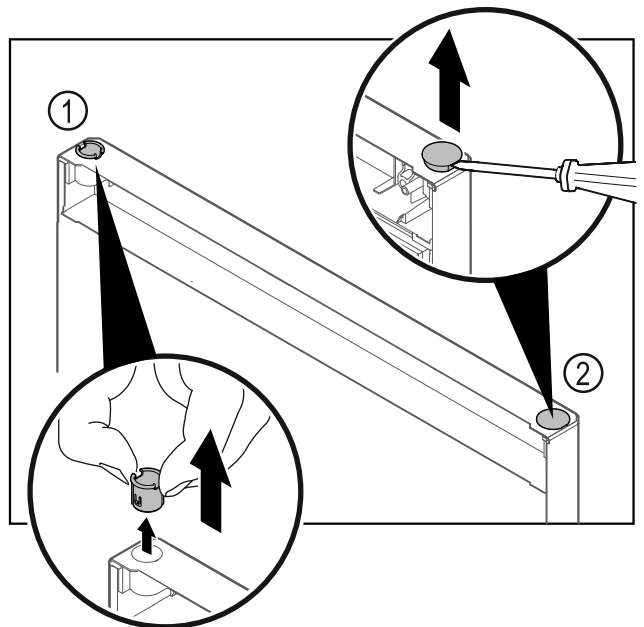

Fig. 25
- Nxirrni jashtë bokullën e menteshës Fig. 25 (1) me gishta.
- Ngrini lart me kujdes tapën mbuluese Fig. 25 (2) me një kaçavidë me kokë petë dhe nxirrni jashtë.